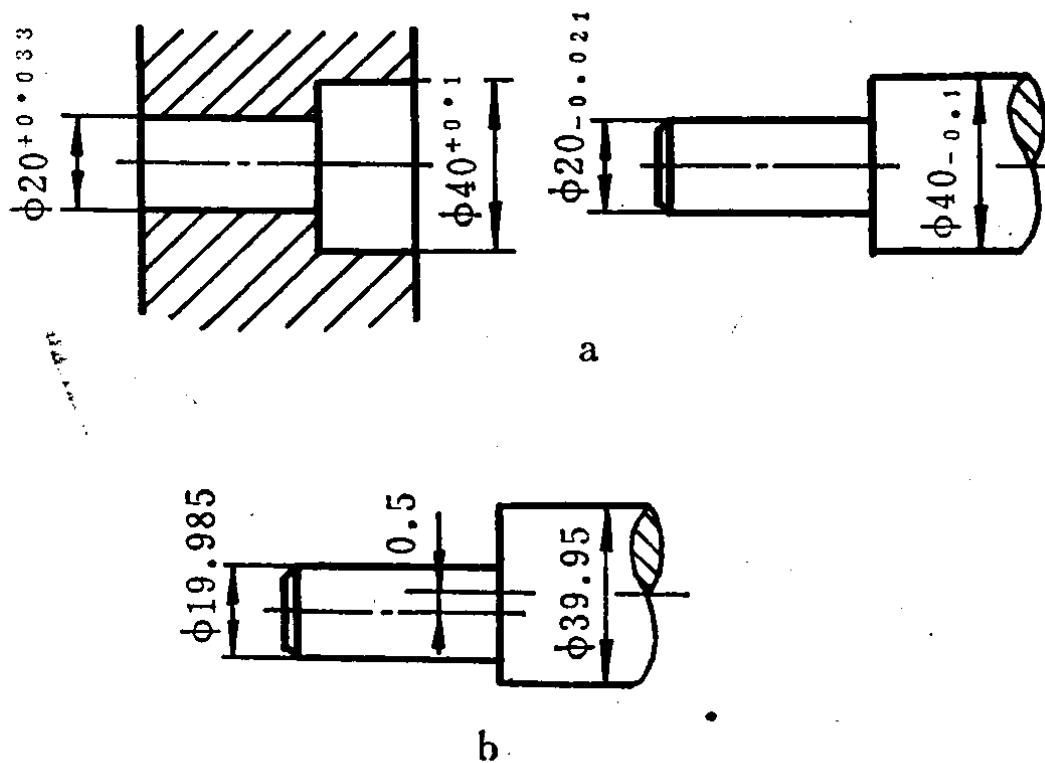

图 2
(4) 位置精度 就是我们要介绍的位置公差。它是指零件加工后各表面之间或者各几何要素之间相互位置的准确程度。例如, 图 2 a, 是一个阶梯轴和一阶梯孔。阶梯轴加工之后, 成为图 2 b 的样子。从尺寸精度来检验是合格的—— $\phi 19.985$ 和 $\phi 39.95$ 都合格。但这个轴与图 2 a 的阶梯孔相配时, 却装不进去。什么原因呢? 经检验发现, 两段轴的轴线“不同轴”了, 偏移了 0.5, 所以装不进去。可见, 此轴仅保证尺寸精度还不够, 还必须保证“位置”上的精度要求。就是说对两段轴的轴线的相互位置(同轴度)应该给一个公差要求, 这个要求就叫位置精度或者叫位置公差。